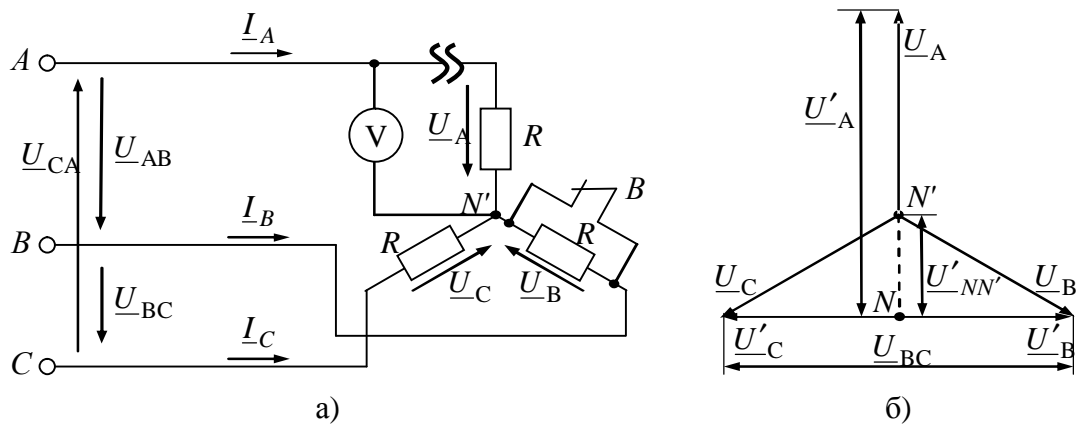

Рис. 4.14
**4.7.** Для схеми (рис. 4.14, а) визначити показ амперметра  $A$ , а також показ вольтметра  $V$  при розімкненому вимикачі  $B$  й обриві лінійного проводу  $A$ , якщо лінійна напруга 220 В, а опори резисторів 10 Ом.